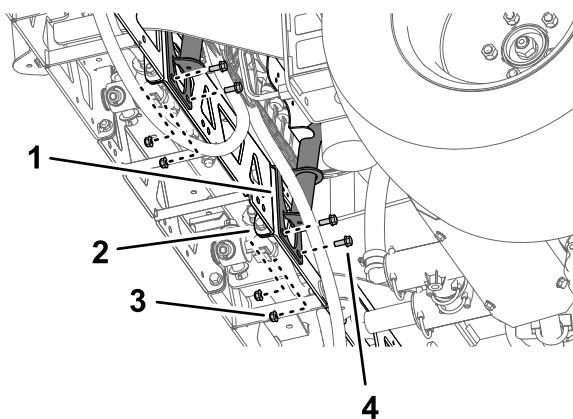
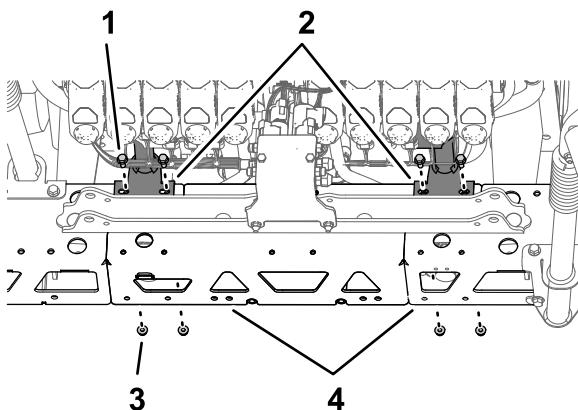

图110
图111
2. 将阀门安装架的安装支架上的孔与中间喷洒段桁架上的孔对齐 图110。
3. 使用 4 个螺栓 $5/16 \times \frac{3}{4}$ 英寸和 4 个凸缘锁紧螺母 $5/16$ 英寸将阀门安装架安装到桁架框架上 图110 和 图111。